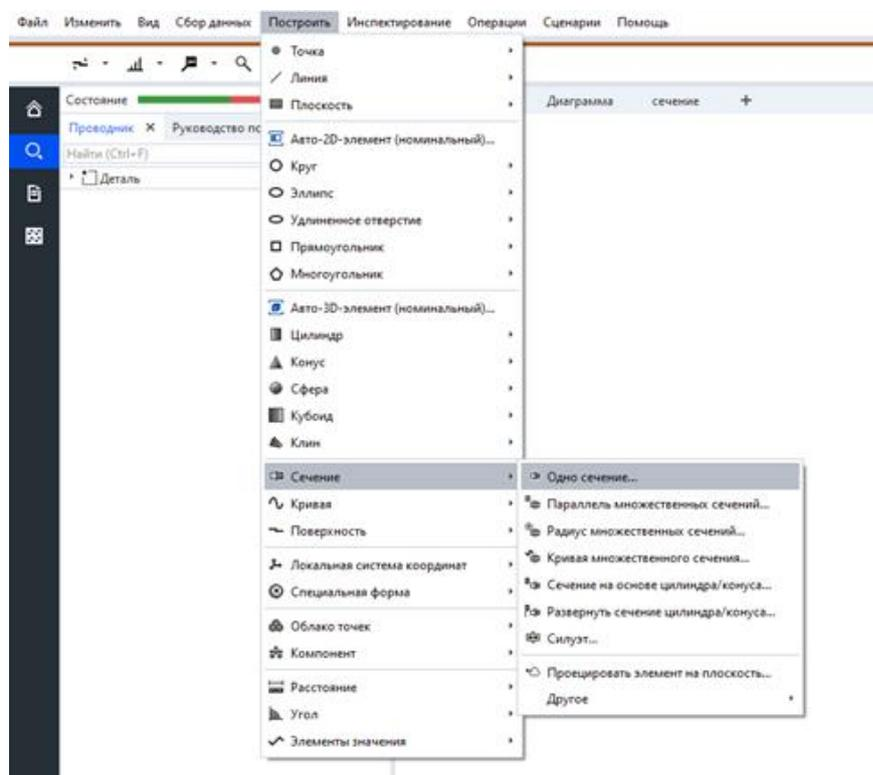

Рисунок 11.7 – Построение сечения
- b. После построения плоскости в вкладке «Построить» Выбираем «Сечение», «Одно сечение» (рисунок 11.7)